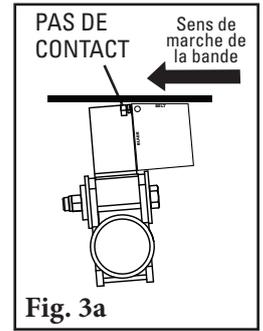
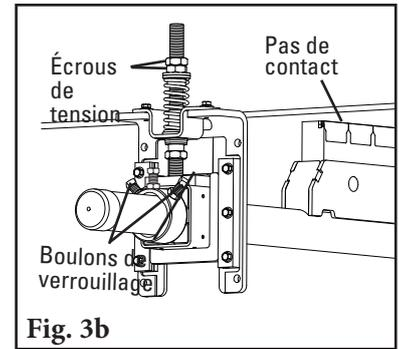

Fig. 3a
Fig. 3b
3. **Régalez l'angle de la lame.** Centrez l'axe/les lames sur la bande. Faites tourner l'axe jusqu'à ce que la lame soit inclinée de 5° à l'aide du gabarit de réglage fourni (Fig. 3a). Serrez les trois boulons de verrouillage sur chaque montage de l'axe de torsion pour fixer l'axe en place. La meilleure pratique consiste à serrer le boulon central avant de serrer les boulons extérieurs pour s'assurer que tout soit fixé (Fig. 3b). Lors du blocage de l'axe, veillez à ce que les lames ne touchent pas la bande. En cas de contact, vérifiez à nouveau la dimension mesurée à l'étape 1.